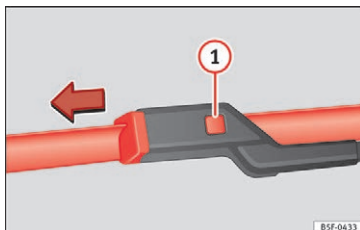

Fig. 89 Udskiftning af viskerblad til forruden
- Tryk på knappen 1 »» Fig. 89.